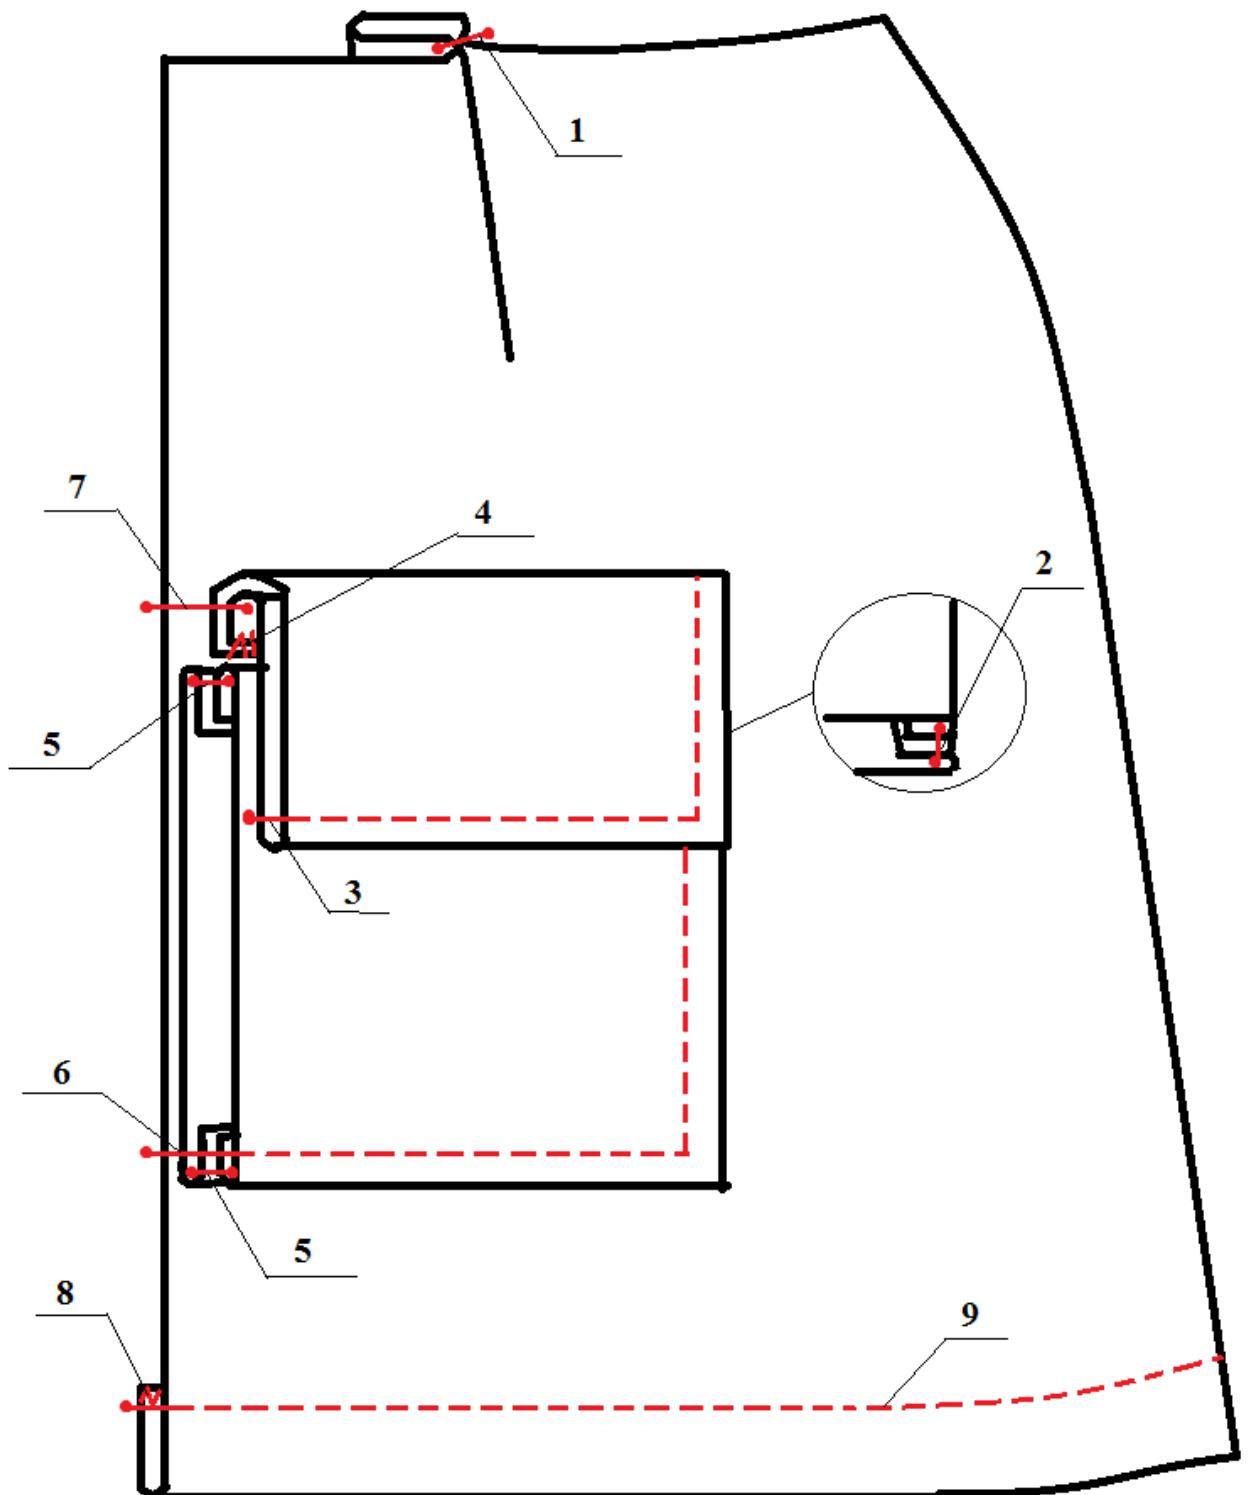

Рисунок 2 – Схема обработки переднего полотнища юбки
2) При пошиве можете воспользоваться рекомендованной технологической последовательностью изготовления, приведенной ниже (стр. 7), а также схемой обработки (стр. 8, рис. 2), или применить свой метод изготовления, не ухудшающий качество и полностью соответствующий заданному внешнему виду фрагмента модели женской юбки.
1. Стачать вытачку на переднем полотнище, начиная строчку от срезов и сводя ее к вершине вытачки «на нет» (строчка 1 на рис. 2).
3. Клапан перегнуть вдоль пополам лицевой стороной внутрь и обтачать короткие срезы (строчка 2 на рис. 2). Припуски на уголках срезать. Клапан вывернуть, шов выпрямить и приутюжить.
4. Короткие и продольный край клапана отстрочить швом шириной 0,5 см (строчка 3 на рис. 2).
5. Открытые края клапана обметать (строчка 4 на рис. 2). Клапан приутюжить.
6. Карман обтачать подкладом, оставляя в шве обтачивания верхнего среза открытый участок длиной 3-4 см для выворачивания (строчка 5 на рис. 2). Уголки срезать наискосок. Карман вывернуть, шов выпрямить, выметать. Открытый участок подшить потайными стежками. Карман приутюжить.
7. Карман настрочить на лицевую сторону переднего полотнища, учитывая его расположение согласно эскизу (строчка 6 на рис. 2). Ширина шва настрочивания кармана 0,5 см. В начале и конце строчки обязательно сделать закрепки. Приутюжить.
8. Клапан наложить внешней стороной на лицевую сторону полотнища юбки (клапан направлен вверх), совместить обметанные срезы клапана с верхним краем кармана. Клапан притачать (строчка 7 на рис. 2).
10. Обметать нижний срез переднего полотнища (строчка 8 на рис. 2).
11. Застрочить нижний срез переднего полотнища (строчка 9 на рис. 2).